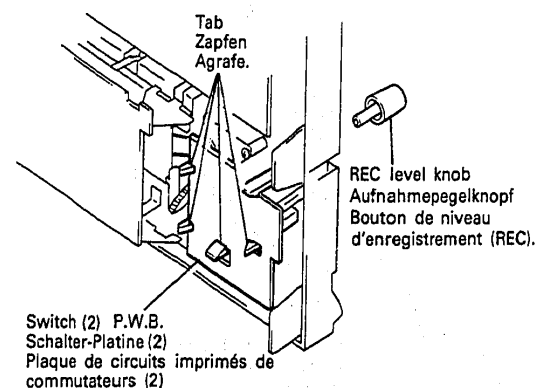

Fig. 7 Abb. 7
9. **Schalter-Platine (2) (Abb. 7)**
9. **Plaque de circuits imprimés de commutateurs (2) (Fig. 7)**